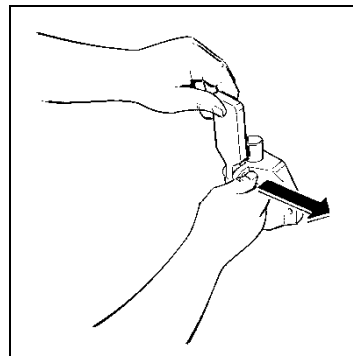
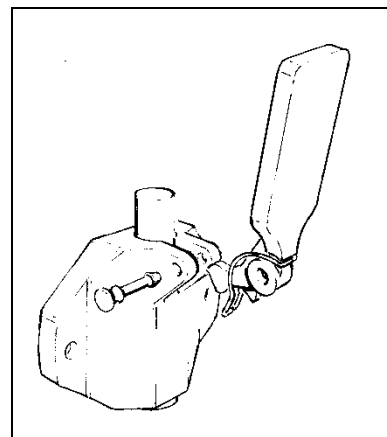

Fig. 9
Fig. 10
- Démontez le robinet de la bride en retirant la goupille de fixation (fig.9) permettant de pouvoir retirer le levier et son ressort et de libérer ainsi le piston de son emplacement (fig.10).